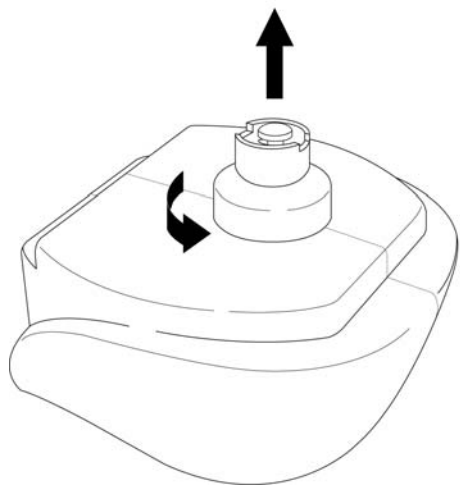

FIGURA 10
2. Sujeta el Tanque de Agua al revés, destornille y remueva la Tapa de la Válvula girandola en dirección contraria a las manecillas del reloj (FIGURA 10).